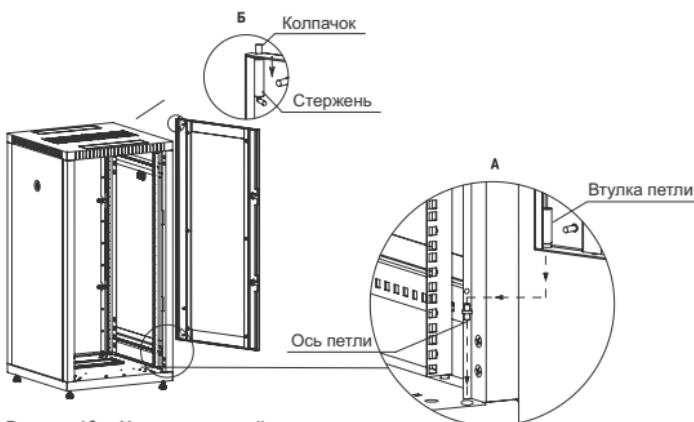

Рисунок 10 – Установка дверей
4.3.7.2 Вставьте ось в круглое технологическое отверстие в основании близ стойки, наденьте втулку петли на подпятник установленной оси (действие А). Оттяните стержень петли вниз (действие Б), защелкните колпачок петли в отверстие на крыше (рисунок 10). Закройте дверь на замок. При правильном монтаже дверь вращается плавно, запирается без особых усилий.